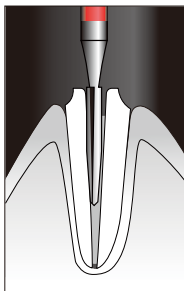

図1
① 使用するポストの径を決めるため、X線写真などで適切なジーシー ファイバーポスト ドリルを選択し、ユニフィルコアなどの支台築造用コンポジットレジンで根管を充填する根管の深さを測定します図1)。
② ピーソリーマーなどを使用して不要な根管充填材を除去します。